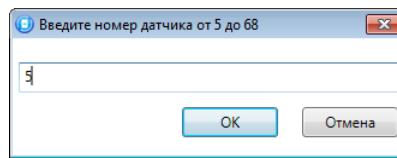

Рис. 9.4. Ввод номера радиоустройства
2. В открывшемся окне укажите номер радиоустройства из числа еще не занятых в нумерации шлейфов и радиоустройств (в указанном диапазоне) и нажмите кнопку *OK* (Рис. 9.4).